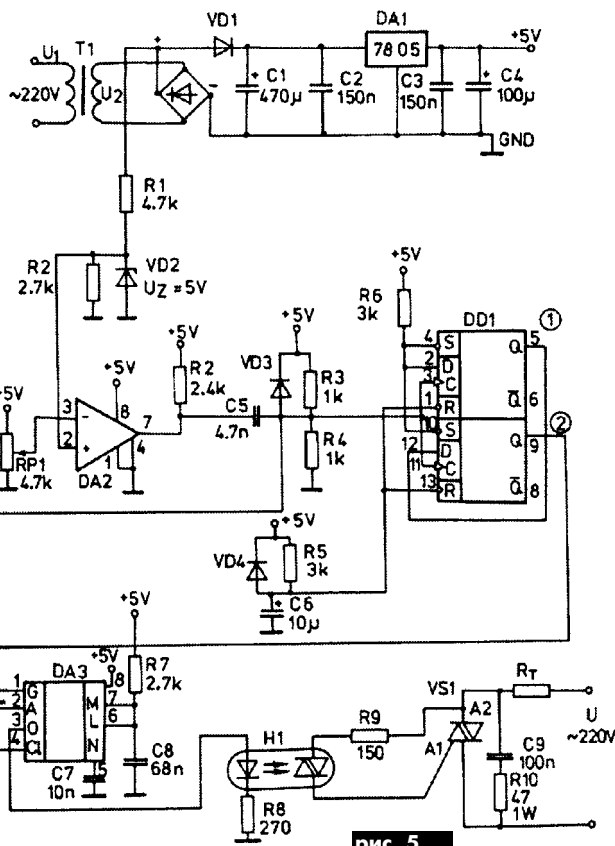

рис. 5
**Детали.** Схема (рис.5) включает гальваническую развязку от сети, выполненную на оптроне Н1 типа МОС3020. Сетевой трансформатор Т1 любой маломощный понижающий, стабилизатор напряжения DA1 типа 7805, компаратор DA2 типа LM311, мультивибратор DA3 типа 555, триггер DD1 типа 7474.